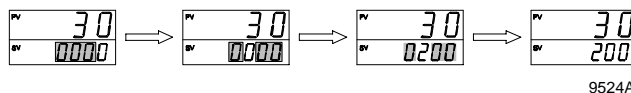

Fig. 5
Tryck på SET-knappen när inställt värde ska ändras. Första siffran markeras på SV-displayen. Se Fig. 5. Gör följande:
1. Välj siffra som ska ändras med <R/S-knappen och pilknapparna för att öka eller minska värdet (se Fig. 5).
2. Sänk inställt temperaturvärde med cirka 40° när autojusteringsprocessen startas, så att negativa reaktioner i materialet undviks (se Fig. 5).
3. Höj inställt temperaturvärde igen till önskad materialtemperatur när autojusteringsprocessen avslutats (se Fig. 5).
1. Välj parameterinställningsläget (se Fig. 5).